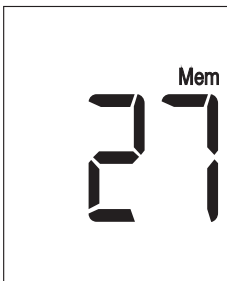
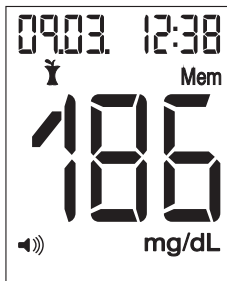

Figure 1
Figure 2
- 2 « Mem » et le nombre de tests de glycémie mémorisés sont brièvement affichés (Figure 1). L'affichage bascule en conséquence sur les valeurs enregistrées avec unité de mesure, date, heure, « Mem » et éventuellement un marquage programmé de valeur mesurée. (Figure 2).